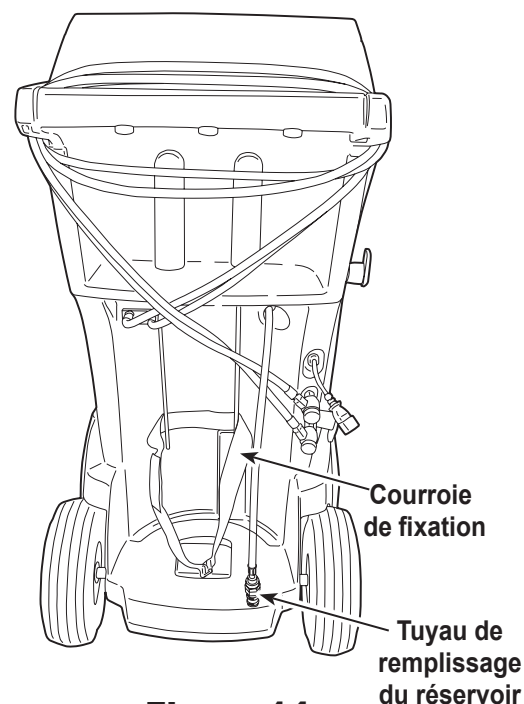

Figure 14
1. Connectez un réservoir source R-1234yf au tuyau de remplissage du réservoir à l'arrière de la machine. Reportez-vous à la Figure 14.